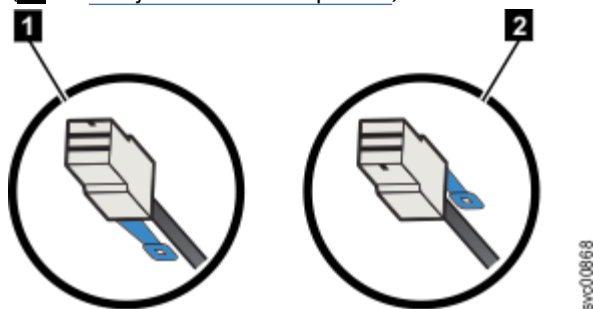

Рисунок 134. Ориентация штекера кабеля SAS
- Для корпусов расширения 2145-24F и 2145-12F синий фиксатор должен находиться под кабелем (1 на Рисунок 134 на стр. 118).
- Для узлов 2145-SV1 и 2145-DH8, а также корпусов расширения 5U синий фиксатор должен быть над штекером (2 на Рисунок 134 на стр. 118).